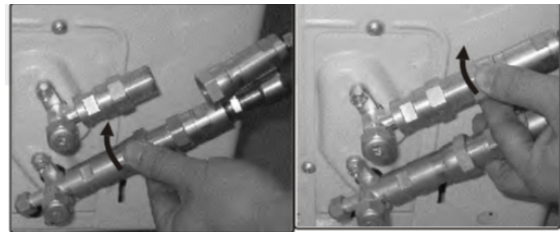

Fig.6.3
3. Alignez correctement les conduites de frigorigène pour qu'elles s'alignent avec les vannes et ne soient pas soumises à des contraintes. Placez le raccord à vis sur la conduite de produit réfrigérant juste sur le filetage de l'unité extérieure et serrez les premiers filets à la main, Fig. 6.3.